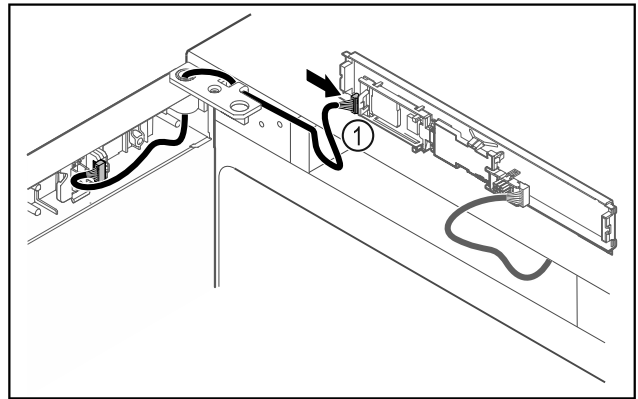

Fig. 39
- ▶ Συνδέστε το φικς Fig. 39 (1) στην πλακέτα.